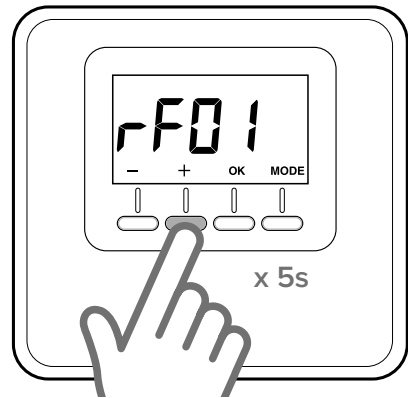

Fig. 7
- Pulsar nuevamente la tecla “+” 5 segundos para acceder a los parámetros técnicos. El display muestra el parámetro “rF01” (Fig. 7)